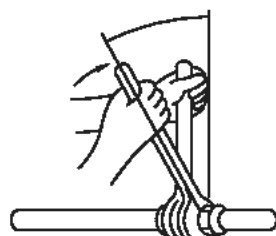

Fig. 5-8
- Påfør et tyndt lag køledolie på rørets sædeoverflade. (Fig. 5-8)